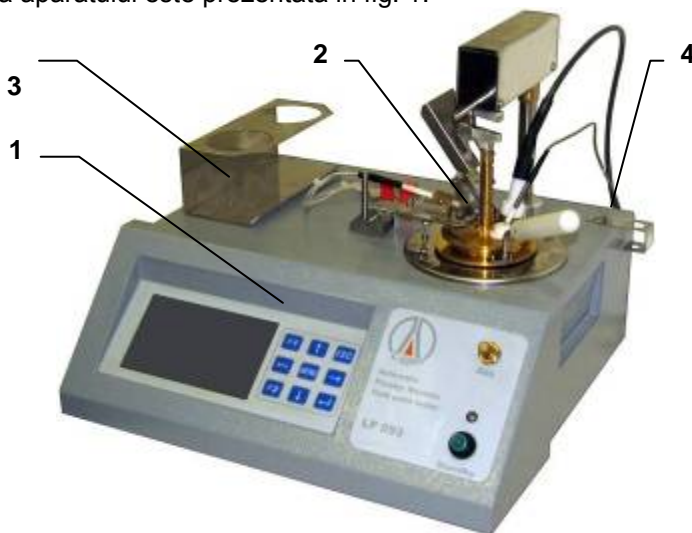

Fig. 1. LOIP LP-093 . vedere generală
Aparatul este proiectat ca o unitate compactă, conținând panoul de control (1), modulul de testare (2), suportul de cupă (3) și suportii senzorilor (4). O vedere generală a aparatului este prezentată în fig. 1.